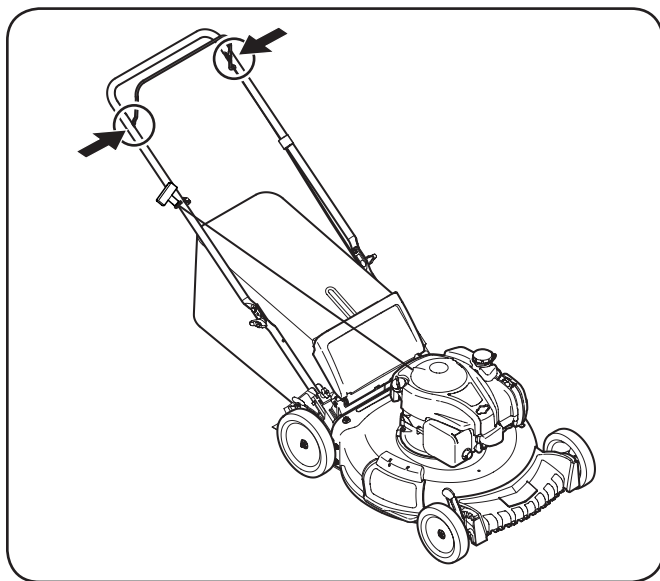

Figura 6-1
1. Lubrique con aceite ligero los puntos de pivote del control de la cuchilla al menos una vez cada estación. El control de la cuchilla debe funcionar libremente en ambas direcciones, Figura 6-1.